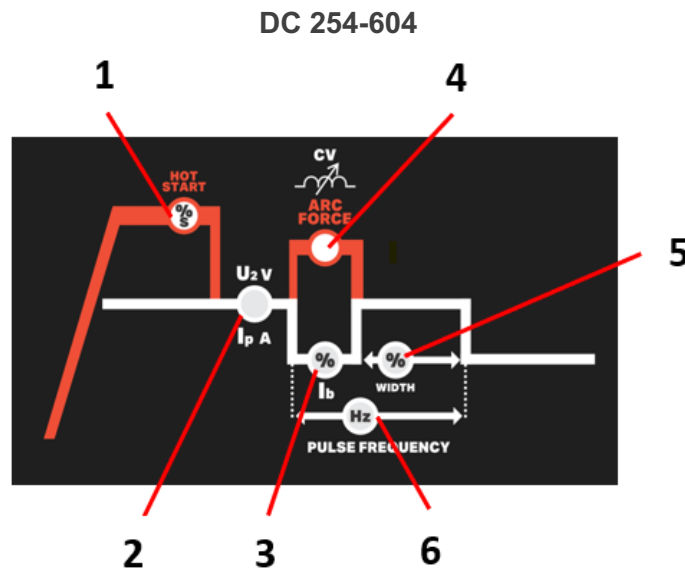

Fig. 1 – Parâmetros MMA
Para DC 254-604 (Ver os itens na Fig. 1)
Para DC 324 - DC 404 (Ver os itens na Fig. 1)
Para DC 324 – DC 404 (Ver os itens na Fig. 1)
- Ajustar o valor de corrente ao diâmetro do elétrodo (Fig.1 - 2), de acordo com a seguinte tabela, para regular as máquinas de acordo com o elétrodo a utilizar e iniciar a soldadura
Para a DC 254-604 (Ver os itens na Fig. 1)